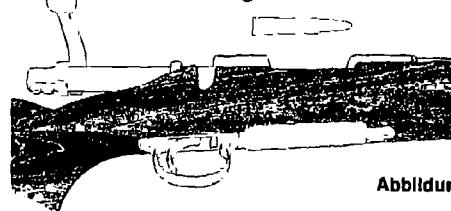

Abbildung 6
- 5 Eine Patrone des richtigen Kalibers auf den Kammeraufhalter oder in die Kammer legen. Siehe Abbildung 6
- 5 Vier Patronen des richtigen Kalibers eine zur Zeit in das Magazin laden. Wenn die Schußwaffe ein Modell Magnum ist, können nur drei Patronen geladen werden. Wenn die Schußwaffe ein Modell Kaliber 17, 222 oder 223, können fünf Patronen in das Magazin geladen werden. Die Kugeln in Richtung auf die Kammer ausrichten! Siehe Abbildung 6
- 8 Eine Patrone des richtigen Kalibers in die Kammer einlegen. Siehe Abbildung 6